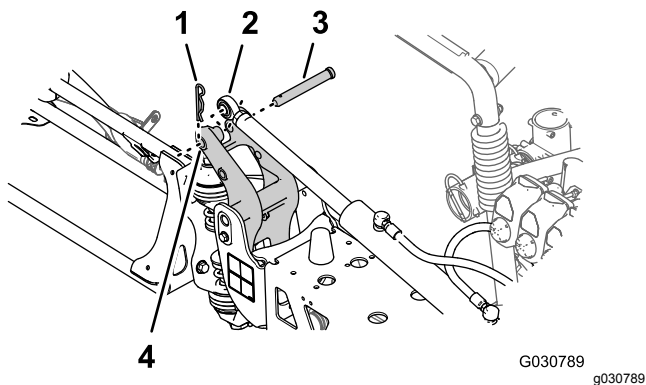

图124
6. 将提升油缸的杆头对准枢轴接头角内的 25mm 孔 图 124。
7. 使用在 拆卸提升油缸 \(页码 19\) 的步骤 2 中卸下的柱销和发卡销 图124 将提升油缸固定到枢轴接头上。